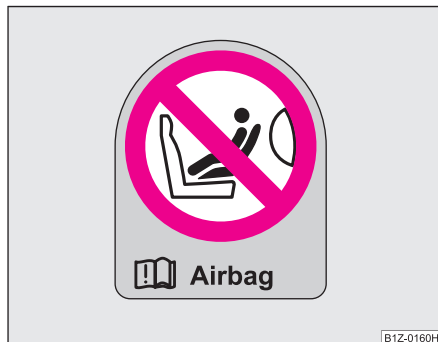

Fig. 135 Adhesivo en el montante central de la carrocería, lado del acompañante
- Este hecho lo indica también el adhesivo que se encuentra en el montante central de la carrocería del lado del acompañante. → **fig. 135** El adhesivo es visible al abrir la puerta del acompañante.